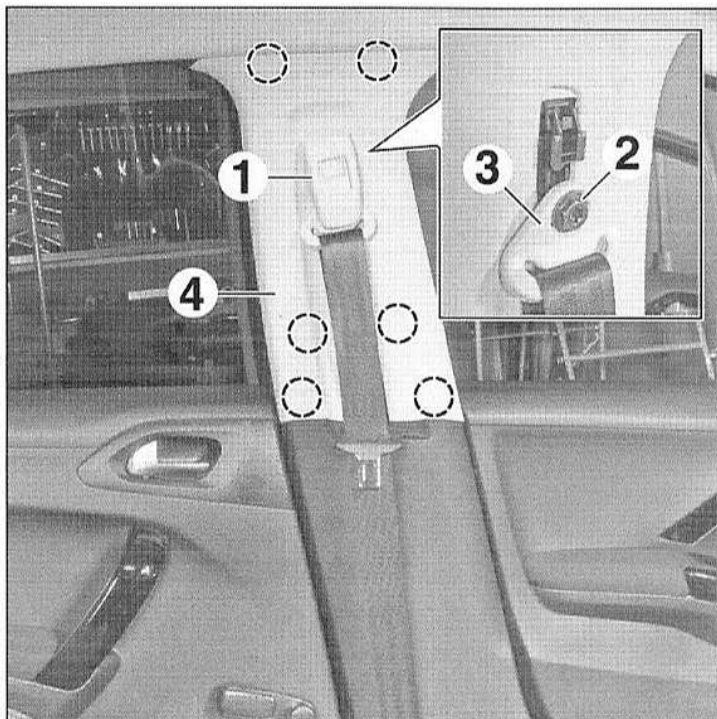

FIG.38
- Dégrafer le cache (1) (Fig.38).
- la vis (2),
- le renvoi de ceinture de sécurité (3).
- Dégrafer et déposer la garniture supérieure de pied milieu (4).